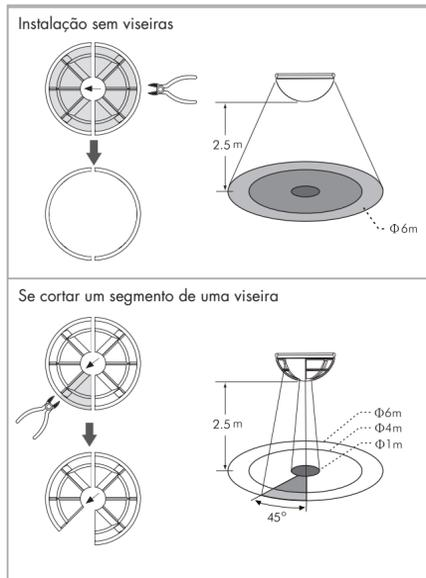

FIG. 11-B
- A parte sombreada das FIG. 11-A e FIG. 11-B é a área de deteção resultante do emprego das viseiras ou uma parte delas.